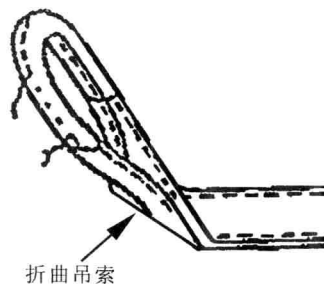

图 1-5 示意图 (4)
8) 不得把物品放在呈扭曲或折曲(如图 1-5 所示)状态的尼龙吊索上。